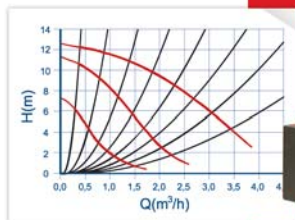

Рис. 1
5.1. Открыть запорные вентили на входе и выходе насоса (**рис. 1А**).